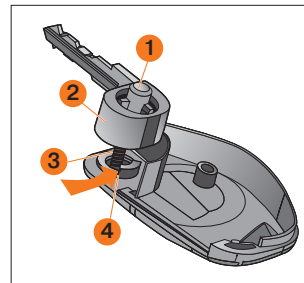

Рис. 5. Устройство ключа с ПДУ
Во время разъединения корпусов ключа под воздействием пружины кнопки ключа 3 (рис. 5), головка ключа 2 и кнопка ключа 1 выпадут со своих штатных мест.
6. Вставить кнопку ключа 1 (рис. 5) в головку ключа 2, совместив выступы кнопки с пазами головки ключа. Перед соединением верхнего корпуса ключа с нижним в кнопку ключа вставить пружину кнопки ключа 3, совместив ус пружины с зацепами внутри кнопки.
7. Совместить выступающий наружу ус пружины 3 с пазом нижнего корпуса ключа 4, обозначенным стрелкой (рис. 5).